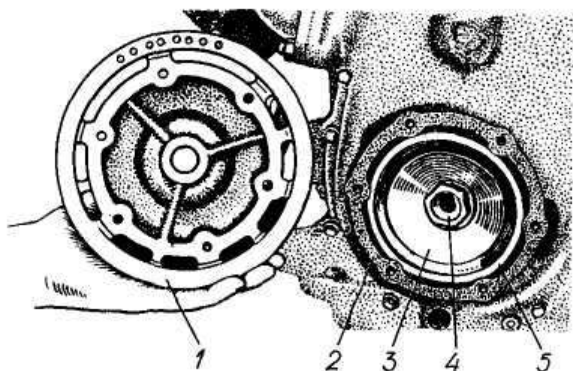

Рис. 58. Центробежный маслоочиститель со снятой крышкой:
- снимите направляющий аппарат с генератором и вентилятором. Зафиксируйте маховик от проворачивания (рис. 45) и отвинтите шесть болтов крепления крышки центробежного маслоочистителя и снимите её (рис. 58);